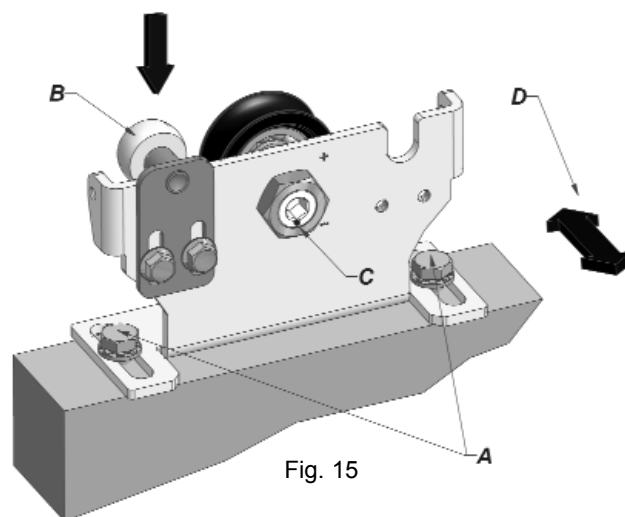

Fig. 15
Usar para la fijación tornillos M8 de cabeza hexagonal con oportuna arandela llana y dentada **Fig.15 part.A**.
Asegurarse que el dispositivo antidescarilamiento esté bajado completamente **Fig.15 part.B**.
Girar y fijar temporalmente los excéntricos de las ruedas de manera que la referencia en el excéntrico resulte igual que en la **Fig.15 part.C**.
Ajustar la posición de la hoja **Fig.15** flecha D aflojando los tornillos A y alineándolas entre ellas y respeto al plano apoyo del automatismo.
- Apretar los tornillos A **Fig.15** prestando especial atención a no alterar la alineación obtenida